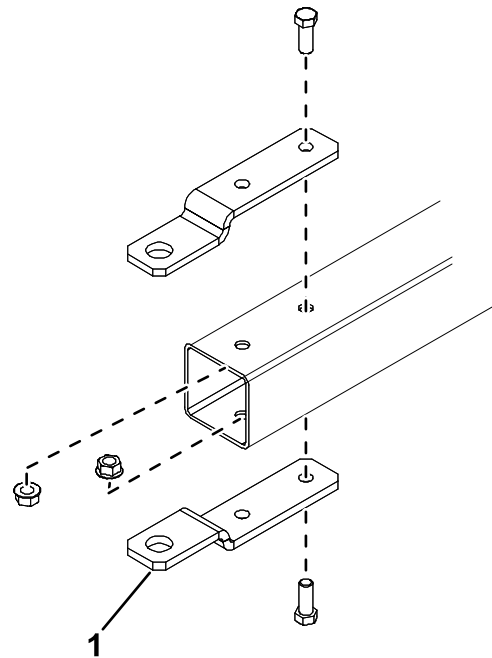

Figura 1
1. Remova os parafusos e porcas que prendem as alças de engate existentes ao acoplador para reboques (Figura 1). Remova as alças de engate.